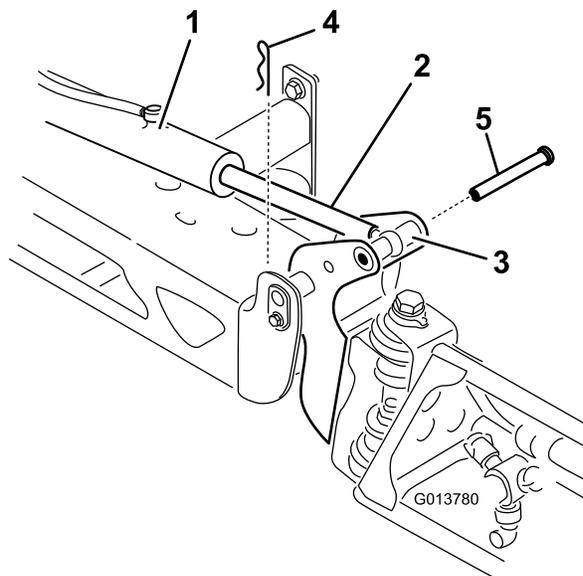

Figura 58
2. Retire la chaveta del pasador de giro (Figura 58).
3. Levante el brazo, retire el pasador (Figura 58), y baje el brazo lentamente al suelo.
9. Sujetando el brazo, introduzca el pasador a través del pivote del brazo y del émbolo del actuador (Figura 58).